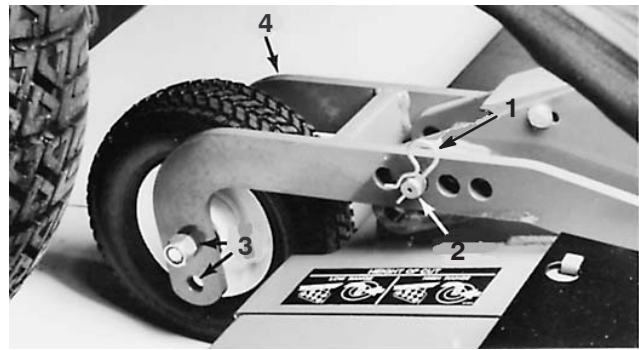

Figure 13
3. Sur le plateau de coupe avant, enlevez la goupille fendue et les axes de chape des bras pivotants arrière (Fig. 13). Alignez les trous des bras pivotants avec ceux du support de hauteur de coupe sélectionné dans les bâtis des plateaux de coupe. Insérez les axes de chape et installez les goupilles fendues (Fig. 13).